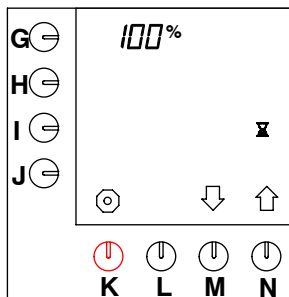

Fig. 47 Tempo di pausa al 100%
- Premere il tasto di selezione (N.) ↑ fino a che sullo schermo viene visualizzato quanto illustrato nella fig. 47.